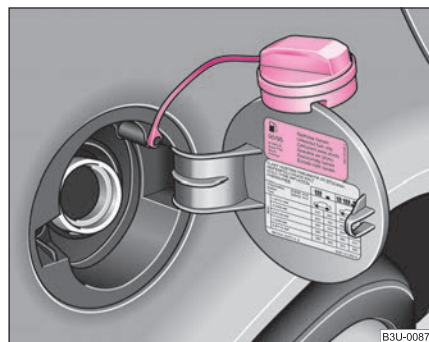

Fig. 170 Clapeta rezervorului cu capacul deschis.
Există mai multe tipuri de benzină. Citiți manualul „Date tehnice”, pentru a afla ce tipuri de benzină se potrivesc autovehiculului dumneavoastră. Aceleași informații le veți găsi și pe partea interioară a capacului rezervorului de benzină ⇒ pagina 216, fig. 170.
- Prindeți capacul rezervorului pe marginea de sus a clapetei ⇒ fig. 170.